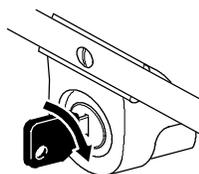

Bild 11
- A. Stecken Sie den Schlüssel in das Zündschloss (Bild 11).